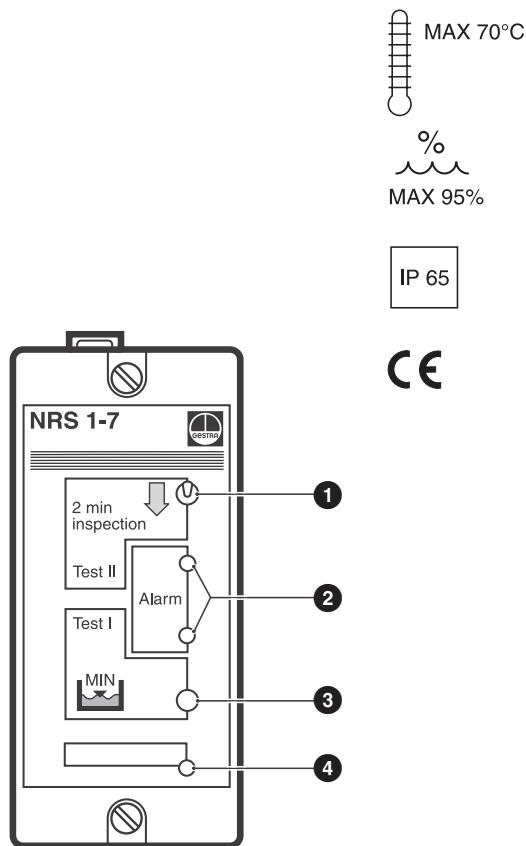

Fig. 7
2. Nach Anlegen der Netzspannung muss die grüne LED ④ ständig leuchten. **Fig. 7**
5. Speisewasser ablassen bis der niedrigste Wasserstand (NW-Marke) unterschritten ist. Am Niveauschalter müssen nun nach Ablauf der Ansprechverzögerung die beiden roten LED ② aufleuchten.